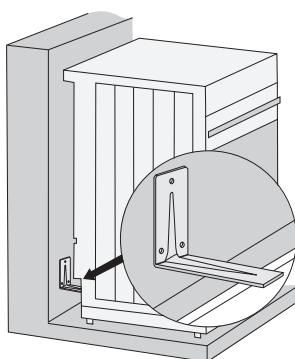

рис. 1
- Акуратно підніміть кріплення на правій і лівій стороні дверцят (позначка 1 на кріпленнях) та потягніть їх від скла (позначка 2 на кріпленнях) (див. Рис. 1)
- Повністю відкривши дверцята духовки, розверніть петлі назад (рис. 1)
- Розмістіть короткий кінець кіноточка відповідно до позначки на стіні. Довший кінець кронштейна повинен торкатися верхньої поверхні профілю в задній частині приладу (рис. 1).